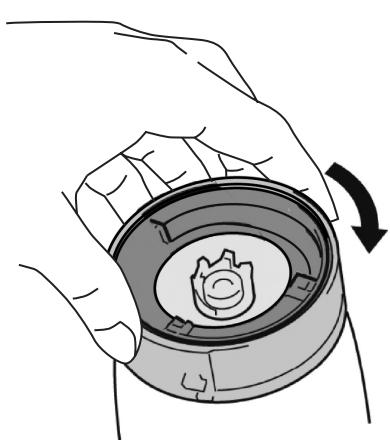

Fig. 2
- Colocar la jarra sobre la unidad del motor procurando que quede bien sujetada. (Fig.2).